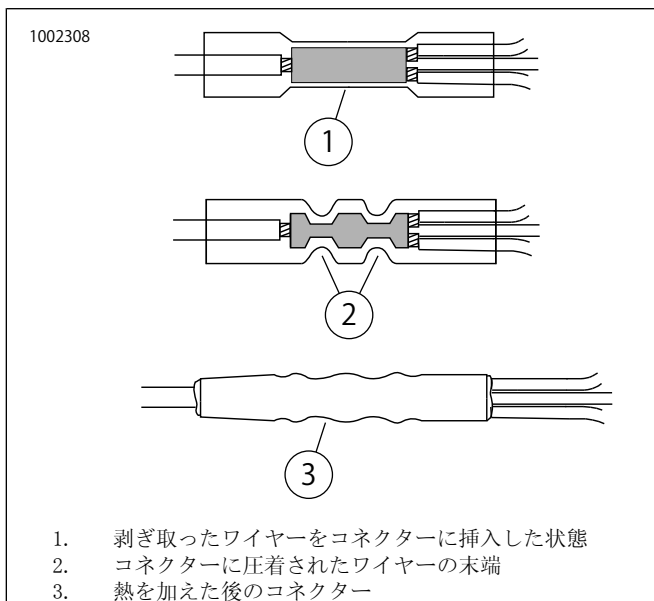

図5. シール付きバットコネクタの取り付け
- 図5を参照してください。シート下のリアランプコネクタ(2)の近くにあるメインハーネスのアクセサリワイヤ回路(9)に、コネクタのもう一方の先端を接合します(ワイヤの色はオレンジまたはオレンジ/白)。
- 図5を参照してください。接合部ごとに図のようにワイヤの先端を接合コネクタに挿入します。